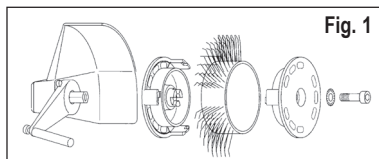
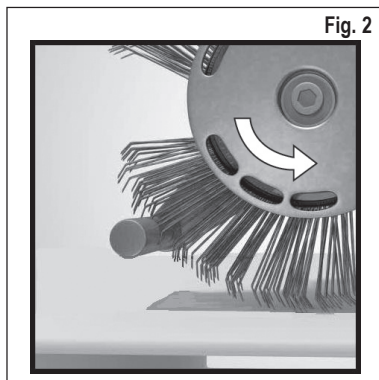

Fig. 1
Fig. 2
1. Desconecte la alimentación eléctrica y sujete correctamente la cinta **MBX® Bristle Blaster®** de 23 mm con el correspondiente sistema receptor (controle la dirección de marcha) y la arandela de frenado dentellado prevista para ello y el tornillo de la herramienta. Véase Fig. 1 y Fig. 2
¿Utiliza una cinta **MBX®** en la dirección de funcionamiento errónea? – Alinee la cinta de escobillas de forma que funcione en la dirección prescrita (véase el capítulo 5, Puesta en funcionamiento, fig. 2).